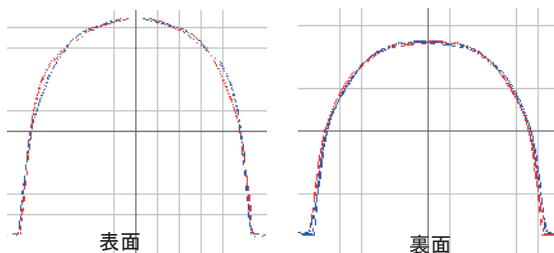

図9 廃棄したリードの表面、印4の表面と裏面のグラフ
- ・傷の付け過ぎは絶対禁物。対称性がよくなっても音の芯がなくなり、高い音が出せなくなる。傷を付け過ぎて廃棄したリードの写真(図9上)とグラフの一例(図9下、図9上の印4のリード)を示した。